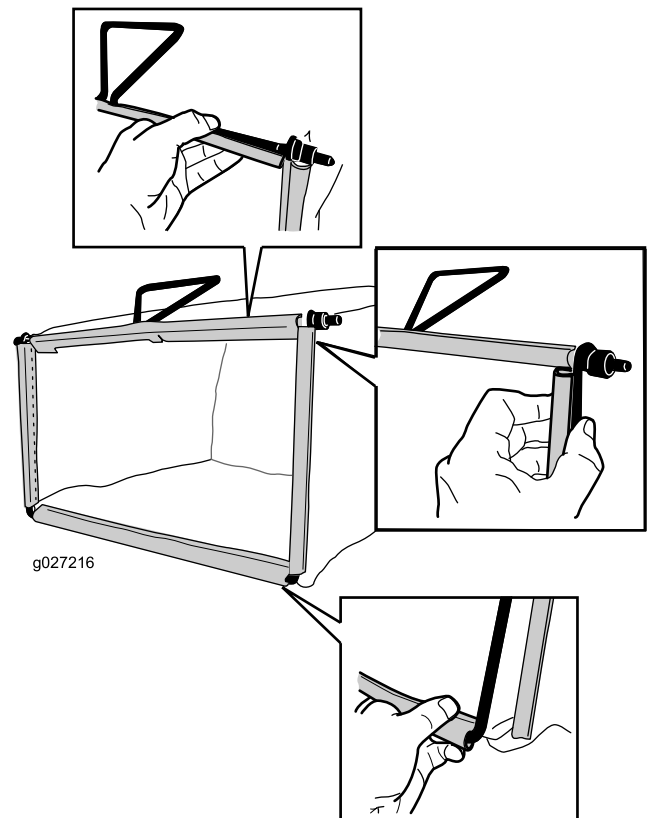

Figure 8
3. Accrochez les glissières supérieur et latérales du bac au sommet et sur les côtés de l'armature respectivement (Figure 8).
2. Accrochez la glissière inférieure du bac au bas de l'armature (Figure 8).